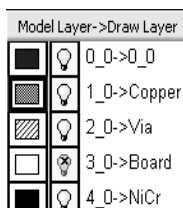

Рис. 4.20
- Щёлкните левой кнопкой мышки по квадрату **0->Copper** (Медь) в нижней части окна менеджера, чтобы назначить медь для активного слоя, как показано на рис. 4.20 (не щёлкайте по лампочке, т.к. такой щелчок определяет слой для показа или скрытия).